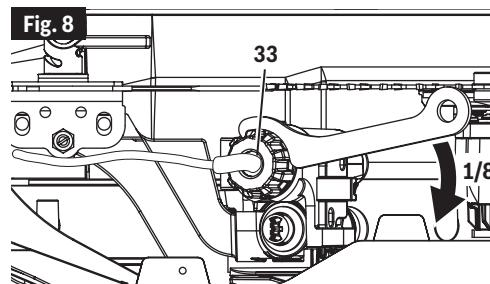

Fig. 8
- Empuje hacia abajo con una mano sobre el cartucho de activación 28 del cilindro izquierdo. Apriete el retenedor del cartucho de activación 33 en el sentido de las agujas del reloj con la otra mano hacia el interior de la sierra hasta que esté apretado con los dedos. Luego, utilizando la herramienta de instalación del cartucho de activación, rote y apriete el retenedor en la posición correcta 1/8 de vuelta adicional (Fig. 8).